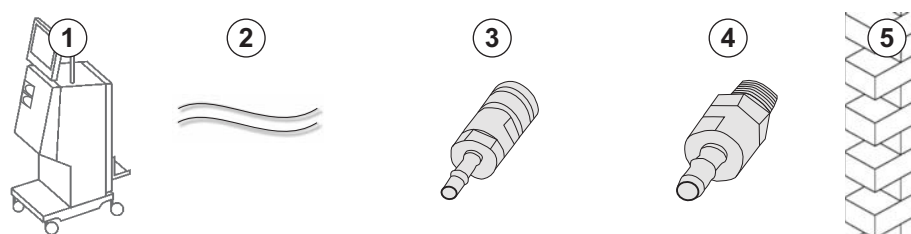

Fig. 4-7 Aquaboss-koblinger for sentral konsentratforsyning
- Hunnkonsentratkobling (Fig. 4-7, ③) (maskinside), materiale 1.4529 EPDM
- Hannkonsentratlukningsnippel AISI 316L (④ , veggside), materiale 1.4529 EPDM
1. Koble hunnkonsentratkoblingen ③ til den sentrale konsentrat-forsynings-slangen ② som kommer rett fra maskinen.
2. Koble hunnkonsentratkoblingen ③ til hannkonsentratlukningsnippelen ④ som er festet på veggen.